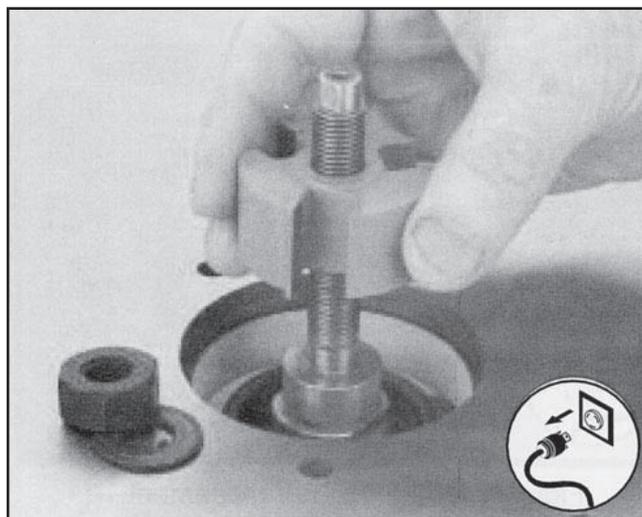

Figura 18. Colocación del cortador
2. Deslice el cortador sobre el pivote, asegurándose de que la rotación es correcta de acuerdo a la aplicación específica, como se muestra en la Figura 18.